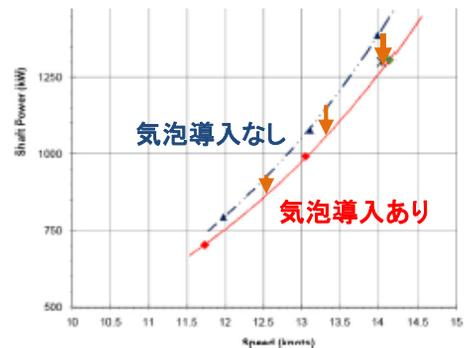

図4 実船試験での船舶スピードと軸動力 (Shaft Power) の関係
- ▶ 実船試験を行い、正味10～15%の動力節減を実証した。船舶スピード上昇と共に、動力節減効果も上昇した（図4）。